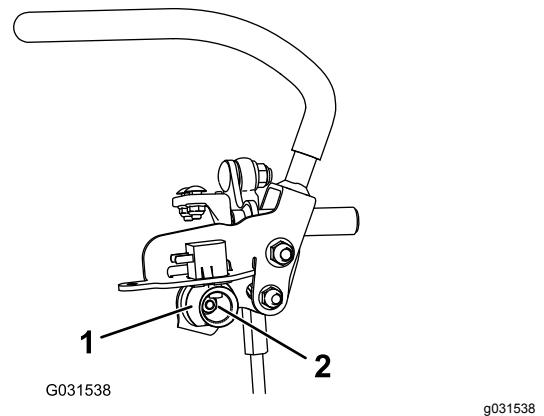

**Figura 69**
3. Empuje las palancas de control de movimiento hacia abajo, sacándolas de la posición de BLOQUEO/PUNTO MUERTO (**Figura 69**).
4. Compruebe que la palanca de control de movimiento de la derecha quede alineada en sentido horizontal con la palanca de control de movimiento de la izquierda (**Figura 69**).